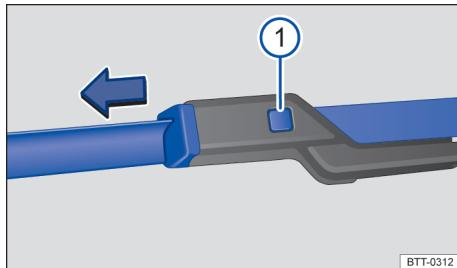

Fig. 144 No para-brisa: substituir as palhetas dos limpadores do para-brisa.
- Manter o botão de destravamento → Fig. 144 ① pressionado e, ao mesmo tempo, retirar a palheta dos limpadores do para-brisa no sentido da seta.